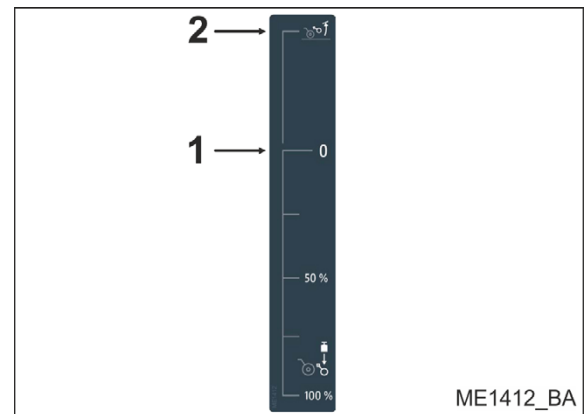

Fig. 202
- Rulleharven løftes opp fra bakken, når pekeren har underskredet 0-merket (Fig. 202/1).
- Hvis pekeren viser den øvre skalastillingen (Fig. 202/2), er rulleharven løftet. Rulleharven befinner seg i arbeidsstilling når pekeren viser en verdi mellom 0 og 100%.